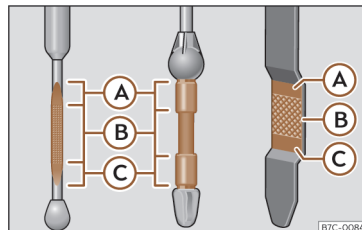

Fig. 197 Varilla de medición del nivel de aceite.
- A continuación, vuelva a extraerla y compruebe el nivel de aceite»» fig. 197. En caso necesario, reponga aceite del motor.
- Cuando el nivel de aceite alcance como mínimo la zona»» fig. 197 (B), enrosque el tapón de la boca de llenado con cuidado »» ⚠.
Si el nivel de aceite se encuentra por encima de la zona»» fig. 197 (A), no arranque el motor. Puede causar daños en el motor y en el catalizador. Informe a un taller especializado.
El nivel de aceite no deberá estar en ningún caso por encima de la zona»» fig. 197 (A). De no ser así, podría aspirarse aceite por el respiradero del cárter del cigüeñal y llegar a la atmósfera a través del sistema de escape.